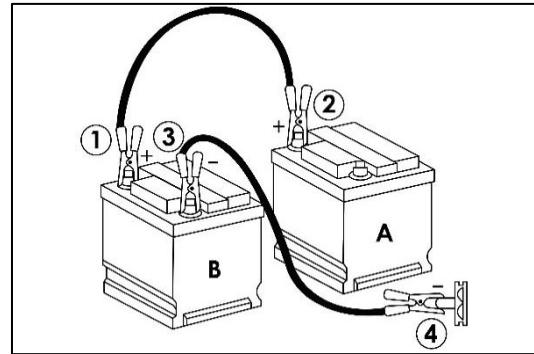

Fig. 110 - DÉMARRAGE À PARTIR D'UNE BATTERIE AUXILIAIRE OU D'UN AUTRE VÉHICULE
Si la batterie du tracteur (A) est déchargée, il est possible de faire démarrer celui-ci à l'aide d'une batterie auxiliaire (B) ou de la batterie d'un autre véhicule. Pour ce faire, procédez de la manière suivante (fig. 110).
2. Branchez une extrémité du câble de démarrage à la borne (+) de la batterie auxiliaire (1) et l'autre extrémité à la borne (+) de la batterie du tracteur (2).
3. Branchez une extrémité du second câble de démarrage à la borne (-) de la batterie auxiliaire (3) et l'autre extrémité au bloc moteur du tracteur (4).